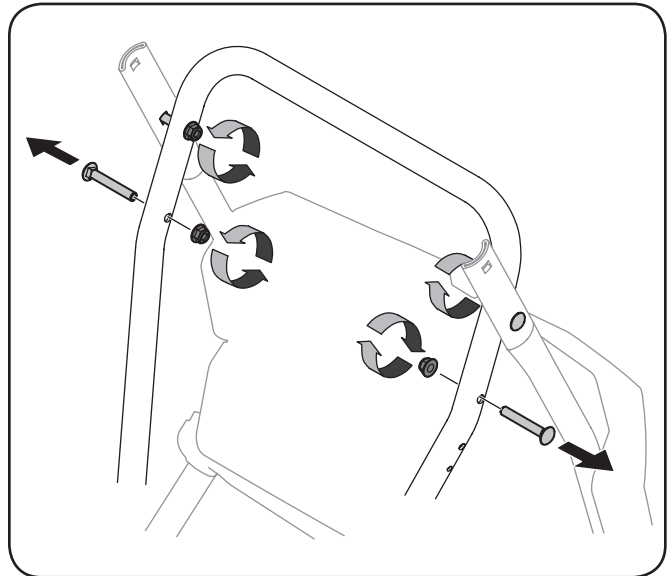

Figure 3-11
1. Desserrez les deux contre-écrous supérieurs qui fixent les poignées supérieure et inférieure et retirez les deux boulons de carrosserie de la poignée inférieure. Mettez les pièces de côté. Voir Figure 3-11.